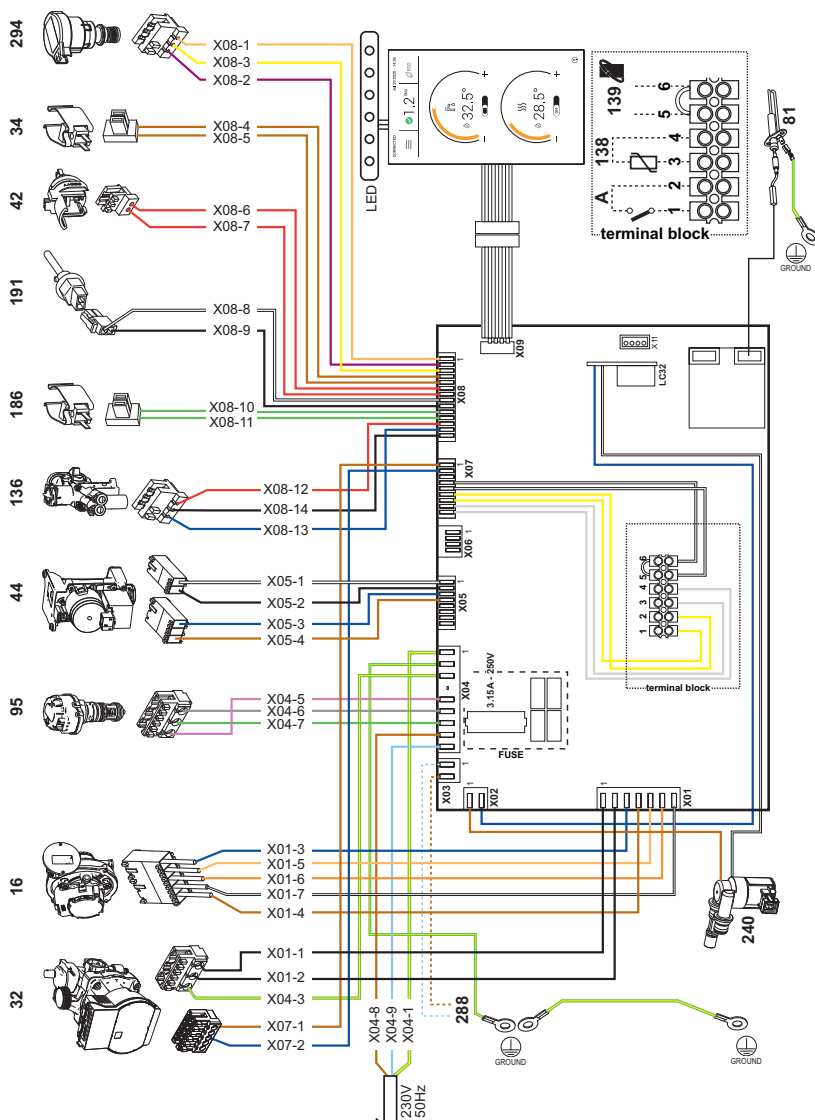

fig. 58- Schema electrică
4.6 Schemă electrică (fig. 58)